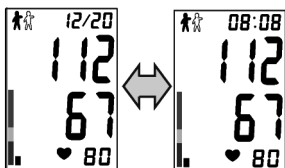

Fig. 12
- Um sinal sonoro prolongado indicará a conclusão da medida. A braçadeira se esvaziará rapidamente e o visor visualizará os valores de medida da pressão e das pulsações. Será também visualizado, numa nova visualização, o tempo de medida. Contemporaneamente, a icona  piscará para lembrar ao utilizador o valor medido (Fig. 12):